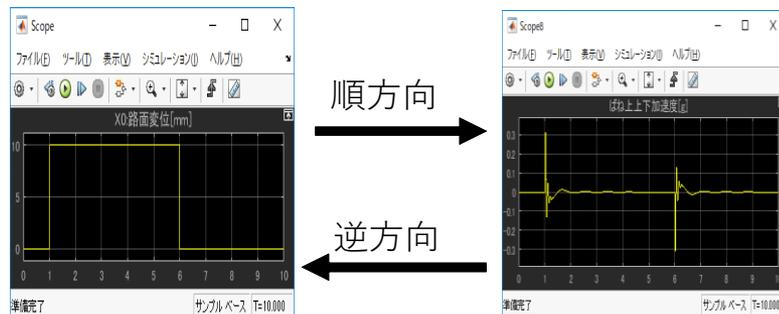

図3 路面凹凸(左)・ばね上上下加速度(右)
- Matlab上で路面凹凸から加速度等を得られる順方向のシステムを設計(図3)